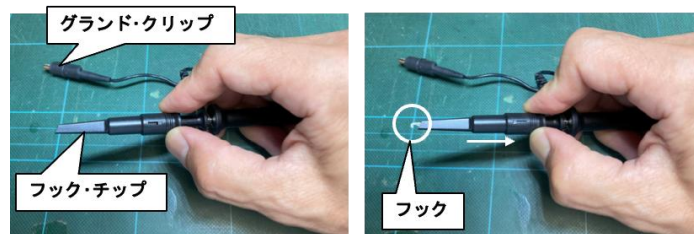

図 3-16. プローブのフックの出し方
- (1) ホール素子電源を OFF にしてから、電池を入れなさい。
- (2) 図 3-15 のように、プローブ (赤) の先端のフック型クリップをホール素子用基板の V1 端子につなぎなさい。図 3-16 に、フックの出し方を示す。